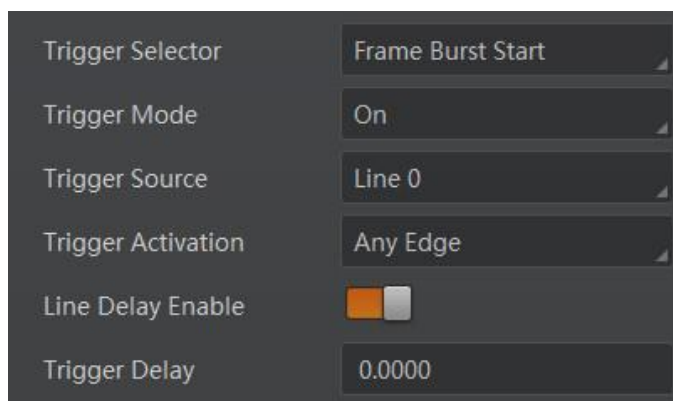

图8-15 帧触发模式下沿触发
- 帧触发模式下，通过 *Trigger Activation* 参数直接设置即可，如图8-15所示。